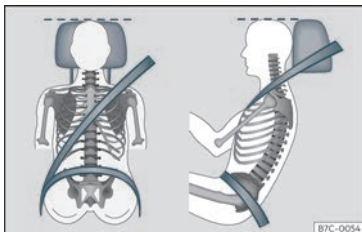

Fig. 3 Bandas do cinto e reposacabezas axustados correctamente.
- Axuste o reposacabezas para que o bordo superior estea, na medida do posible, á altura da parte superior da cabeza, en ningún caso debaixo dos ollos. Manteña a caluga o máis preto posible do reposacabezas >>> **fig. 3**.